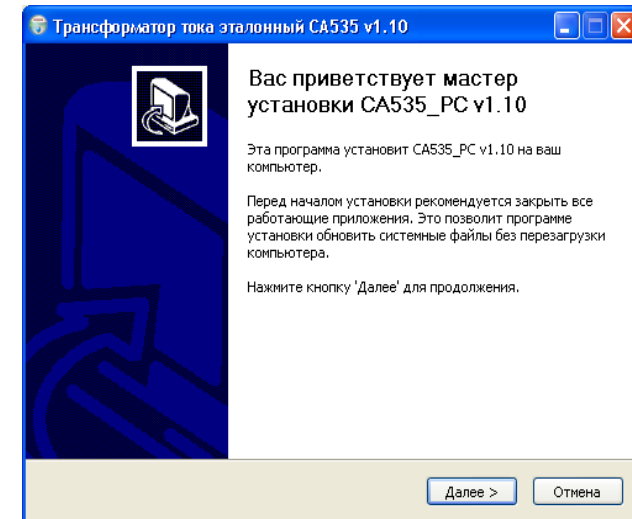

Рисунок 7.7
1) Из директории "CA535_PC", запустить исполняемый файл  setup_CA535_PC_xxx.exe (xxx – версия программы). На экране появится окно мастера установки CA507_PC (рисунок 7.7). Закрыть все работающие приложения и щелкнуть по кнопке **Далее**.